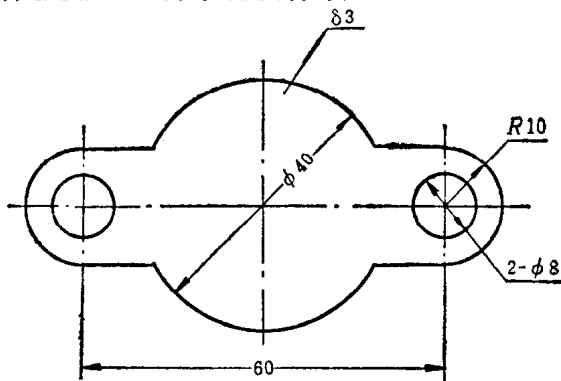

图17 厚度尺寸的注法
4. δ ——表示厚度的符号，注在尺寸数字的前面，一般多用来表示平板的厚度。如图17，表示零件的厚度是3毫米。如果没有特殊要求，就表示零件用3毫米的板材直接加工成形。厚度符号是